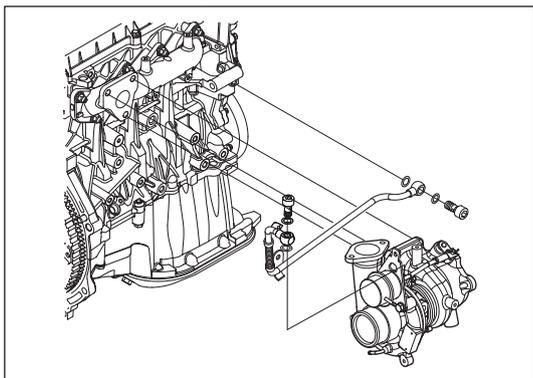

Рис. 7-2-8. Установка подводящей масляной трубки турбонагнетателя
- (6) Установить подводящую масляную трубку турбонагнетателя с четырьмя прокладками на корпус блока цилиндров и на турбонагнетатель, затем закрепить с помощью одного длинного и одного стандартного болта, как показано на рис. 7-2-8.